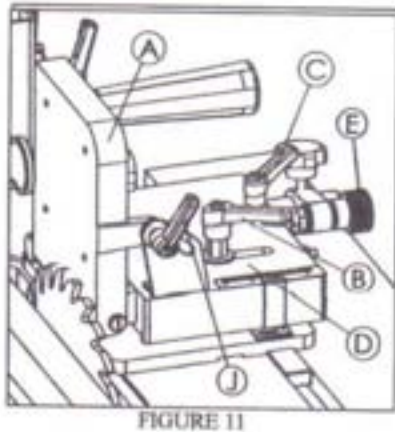
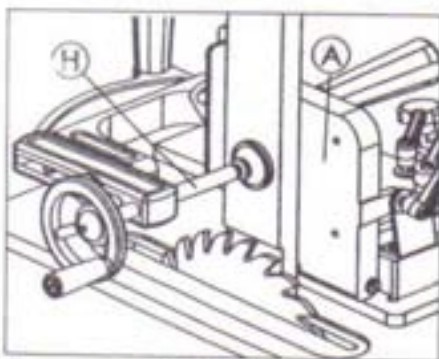

FIGURE 11
FIGURE 12
1. Pour un ajustement rapide du plateau de support (A), figure 11, vers la lame de la scie ou dans le sens inverse, desserrez les leviers (B) et (C) et déplacez le chariot (D) dans la mesure du nécessaire. Serrez les leviers (B) et (C) après un rapide ajustement.
2. Un réglage précis du plateau de support (A), figure 11, peut être exécuté en desserrant le levier (B) et le bouton de rotation (E) jusqu'à ce que le plateau (A) se retrouve à la position souhaitée. Serrez le levier (B), figure 11, une fois le réglage précis effectué.
3. Pour basculer le plateau de support vertical (A) figure 11, desserrez le levier de blocage (J). Basculez le plateau de support vertical jusqu'à l'angle souhaité et serrez le levier de blocage (J).
4. Pour ajuster la partie arrière (F) pour les tenons angulaires, desserrez le levier de blocage (G), ajustez la partie arrière (F) à l'angle souhaité et serrez le levier (G).
5. La figure 12 illustre une coupe de tenon droit type.